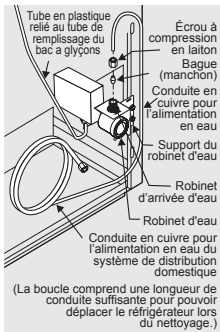

Figure 1
- Si vous utilisez un tube en cuivre** - Faites glisser l’écrou à compression en laiton, puis emballez (manchon) sur la conduite d’alimentation en eau. Poussez la conduite d’alimentation en eau dans l’entrée du robinet d’eau aussi loin que possible (¼ pouce / 6,4 mm). Faites glisser la virole (manchon) dans l’entrée de la vanne et serrez l’écrou de compression à la main sur la vanne. Serrer un autre demi-tour avec une clé; Ne pas trop serrer. Voir la figure 1.